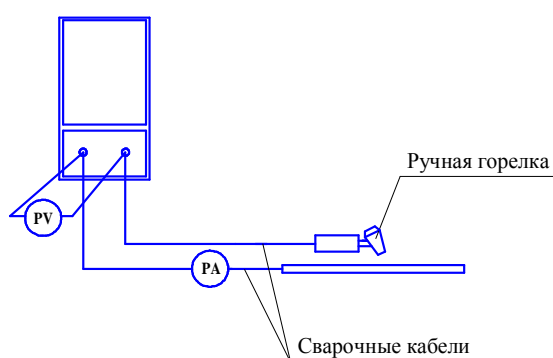

Рисунок 6 - Подключение приборов к источнику
3.2.3 Подключить образцовые приборы к источнику тока (см. рисунок 6).